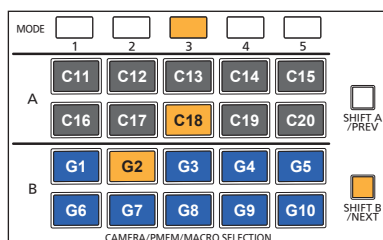

図 4
4. G2 プリセットメモリーグループを選択し、手を離したときにプリセットメモリーグループが確定します。(図4)